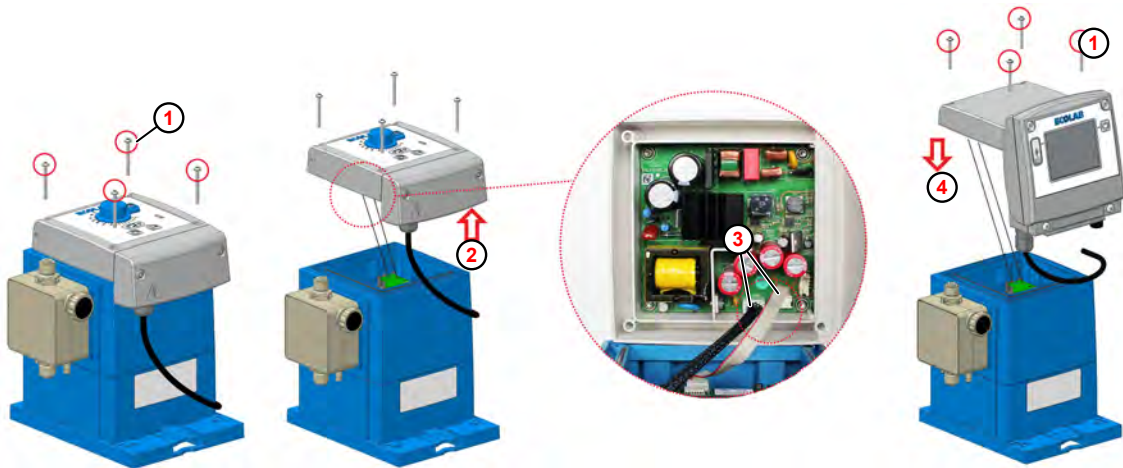

Abb. 33: Aufrüstung auf EcoAdd
- ① Befestigungsschraube
- ② Steuereinheit abziehen
- ③ Stecker
- ④ Steuereinheit aufsetzen
1. ► Befestigungsschrauben ( Abb. 33 , ① ) der **EcoUp**-Steuereinheit mit einem Torx-Schlüssel (TX25) lösen.